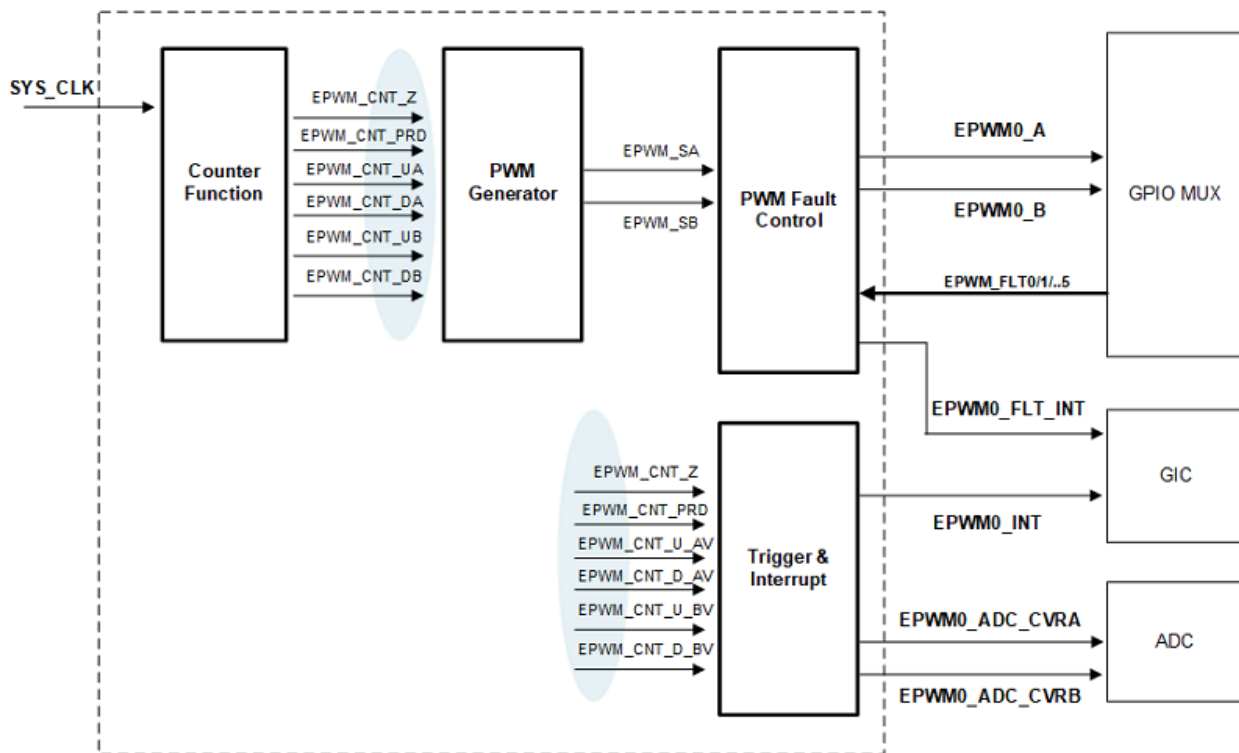

图 9-3 EPWM0 的结构框图
- 图 9-3 : EPWM0 的结构框图中，SYS_CLK 为工作时钟。